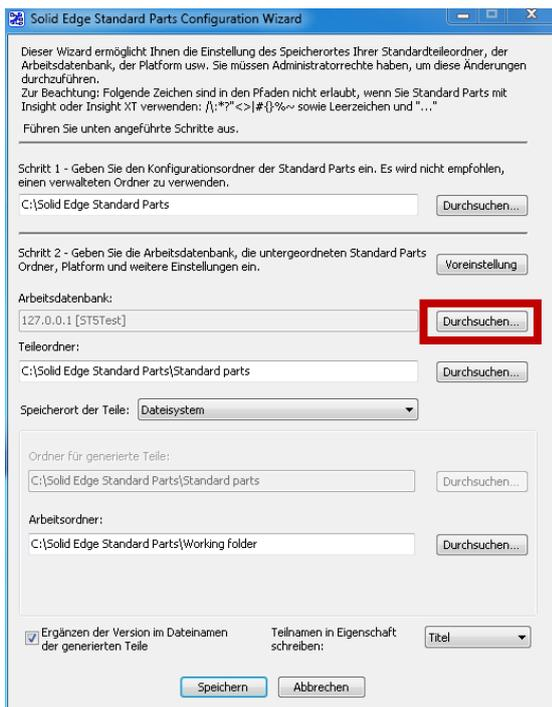

Abbildung 13
1. Öffnen Sie die Einstellungen der Arbeitsdatenbank mit einem Klick auf „Durchsuchen“ (Abb. 13)